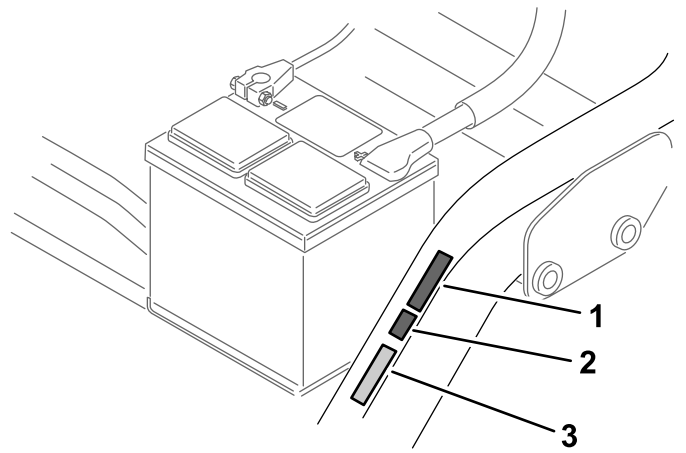

Figura 16
- Applicare l'adesivo del marchio CE accanto alla piastra del numero di serie (Figura 16).
- Applicare l'adesivo dell'anno di produzione CE accanto all'adesivo del marchio CE (Figura 16).